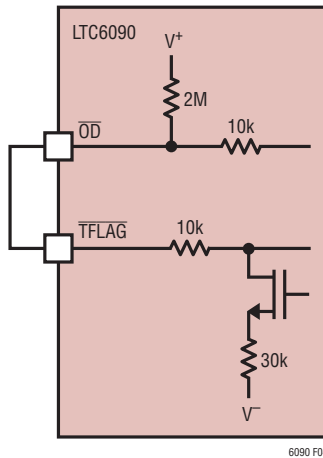

図4. TFLAGピンを使用したサーマル・シャット
- 既に述べたように、COMピンをフロートさせたままにすると、(図4に示されているように) \overline{OD} をTFLAGに接続するだけで、選択された電源電圧に関係なく、サーマル・シャットダウンが適切に動作します。ダイ温度が $145^{\circ}C$ に達すると出力段は安全にディスエーブルされます。サーマル・シャットダウンが適切に動作するには、グランドを基準にしてV-が $-3V$ より負の側にバイアスされているかぎり、この構成ではCOMピンをグランドに接続することもできます。